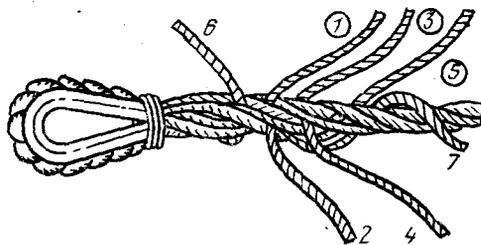

Рис. 40. Вплетение трех нечетных прядей распущенного конца троса в основную ветвь троса по правилу: через одну под две пряди основной ветви троса
11. В третий и последующие проходы пропускайте первую и шестую пряди вплетаемого конца троса вместе, как одну прядь, а остальные пропускайте поодиночке через одну прядь основной ветви троса под две (рис. 40).